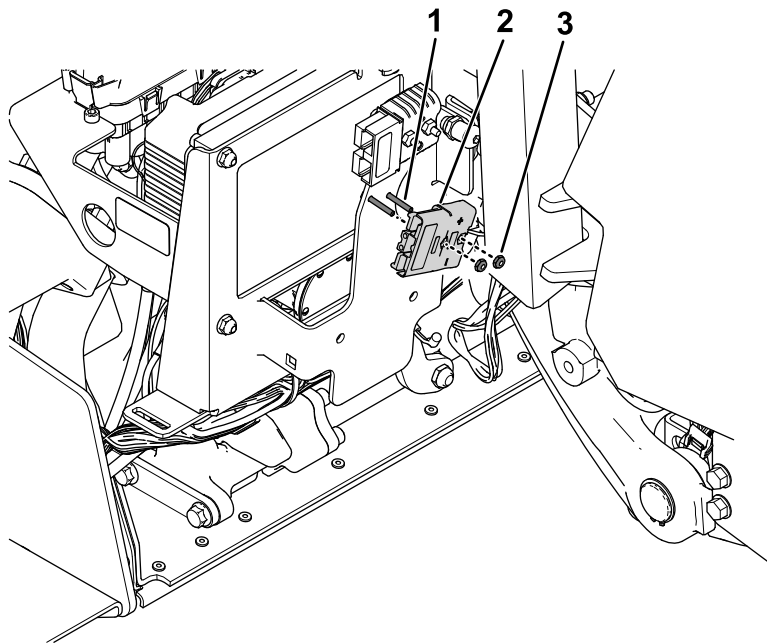

Figur 36
3. Fjern den eksisterende sikringsbraketten fra rammen (Figur 36). Ta vare på alle delene som fjernes.